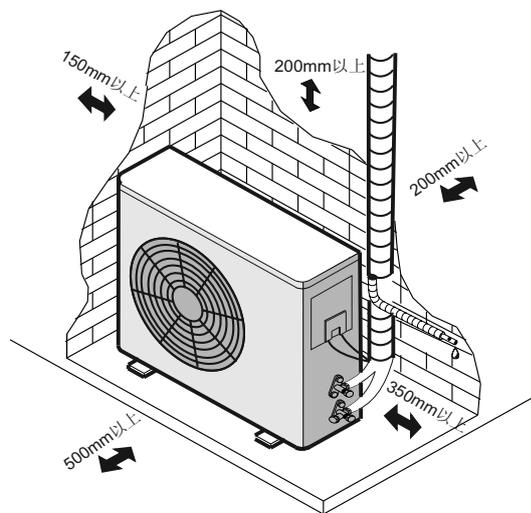

图11 室外机安装
- 1) 室外机安装时一定要选择通风良好的场所进行安装。室外机安装时最小空间要求如图11所示。